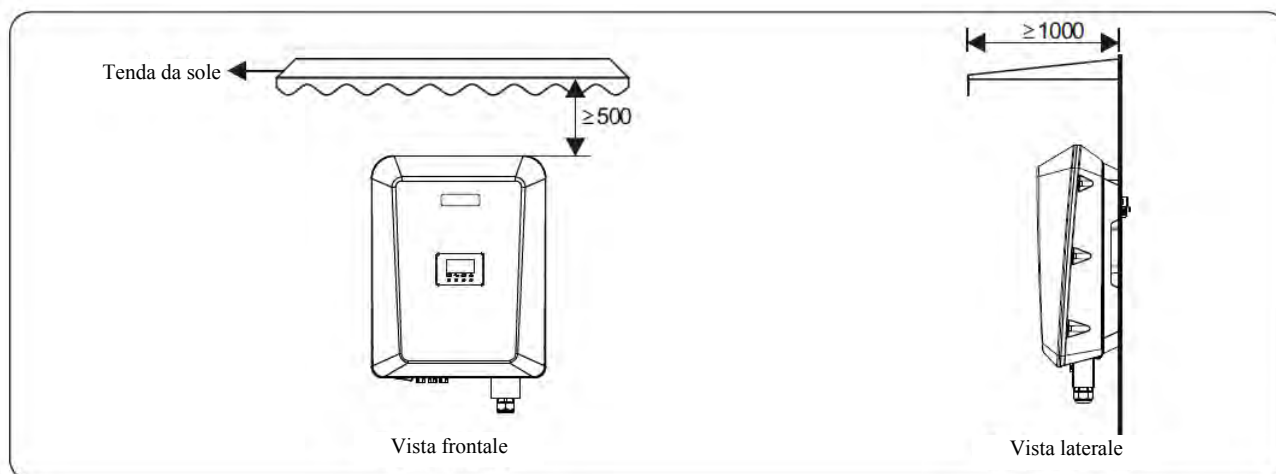

Figura 4.3 - Ambiente di installazione con tenda (unità: mm)
- c. Per prolungare la durata dell'inverter, è necessario evitare l'esposizione diretta alla luce solare, alla pioggia e alla neve. Si raccomanda di installare l'inverter in un luogo riparato. Se non è disponibile un riparo, costruite una tenda da sole, come illustrato nella Figura 4.3.